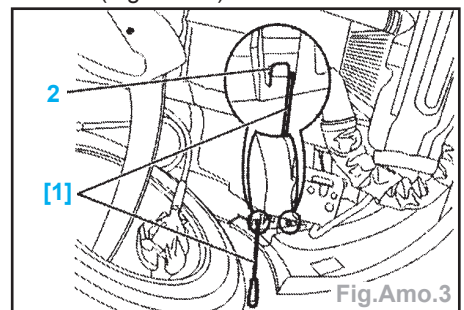

Fig.Amo.3
- Engager l'outil [1], et effectuer un quart de tour pour libérer les clips (2) du pare-chocs (Fig.Amo.3).